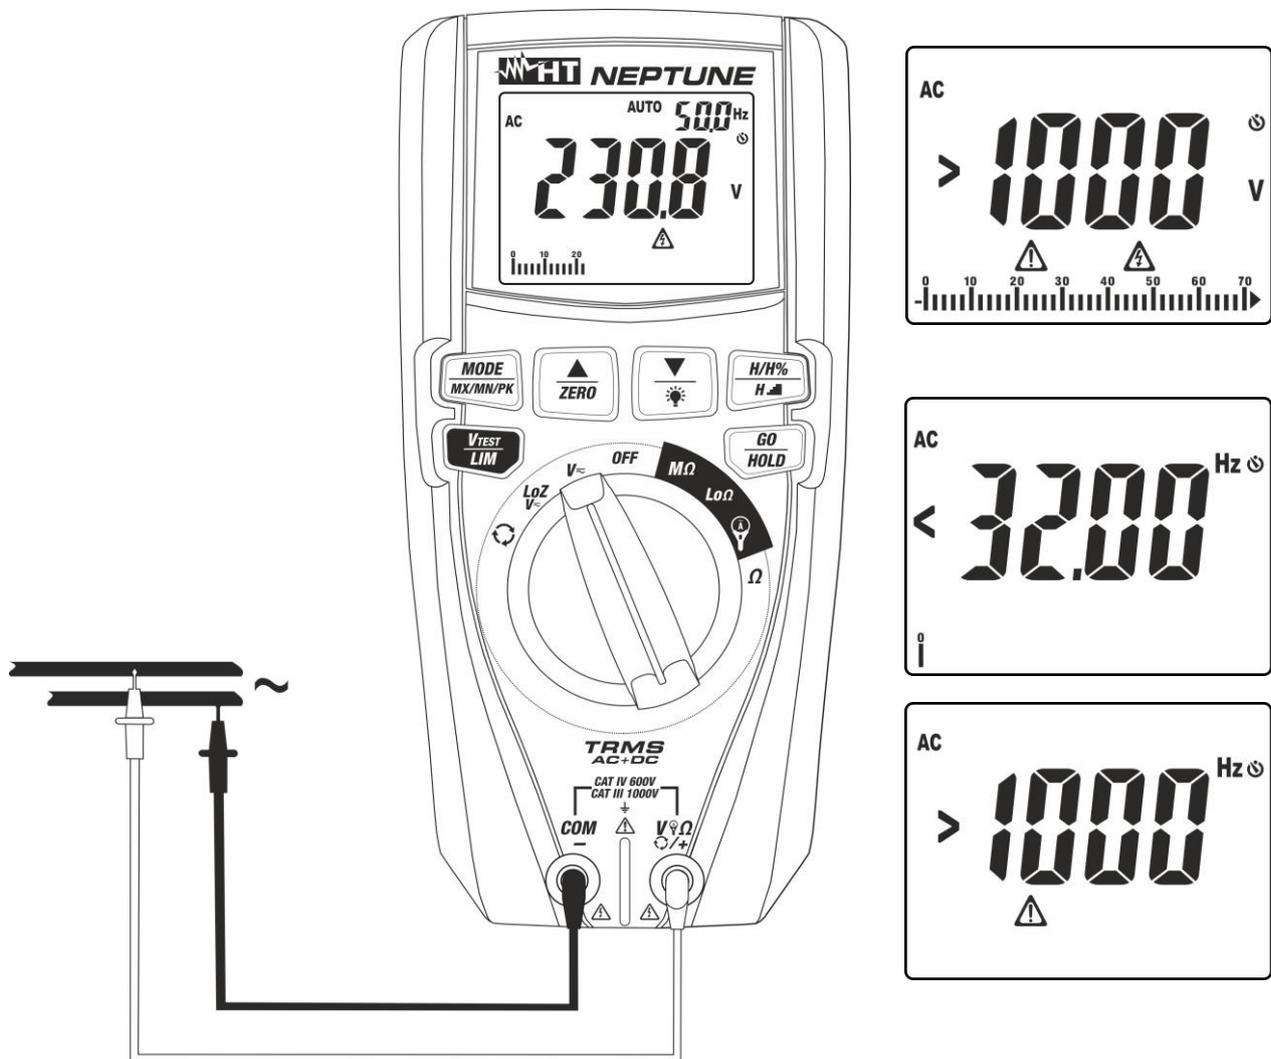

Fig. 7: Uso dello strumento per misura di Tensione AC
4. Posizionare il puntale rosso ed il puntale nero rispettivamente nei punti del circuito in esame (vedere Fig. 7). Il valore della tensione è mostrato a display. Nella parte alta destra del display è mostrato il valore della frequenza della tensione. Premere il tasto **MODE/MX/MN/PK** per visualizzare il valore della frequenza con maggior risoluzione
5. Se sul display è visualizzato il messaggio ">1000V" (vedere Fig. 7) si è raggiunto il fondo scala dello strumento
6. Se sul display sono visualizzati i messaggi "<32Hz" o ">1000Hz" (vedere Fig. 7) il valore della frequenza è esterno all'intervallo di misura  $32\text{Hz} \div 1000\text{Hz}$